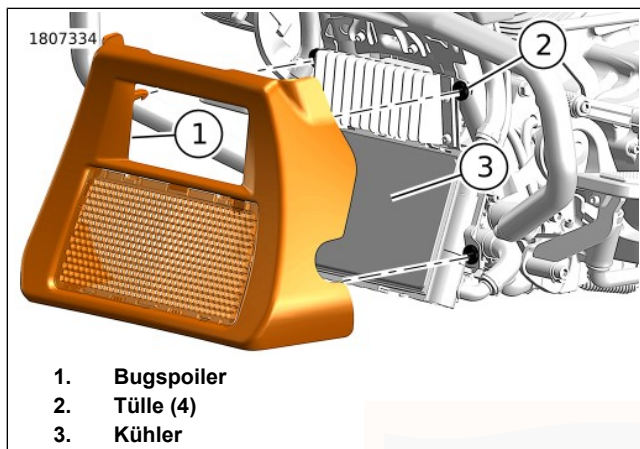

Abbildung 128. Bugspoiler (ohne Verkleidungsunterteile)
1. Siehe Abbildung 128. Bugspoiler ausbauen.
- a. Den Bugspoiler (1) gerade nach vorne ziehen.
2. Ablagerungen von den Kühlerlamellen (3) entfernen.
- b. Die Hakenstifte am Bugspoiler auf die Tüllen (3) ausrichten.